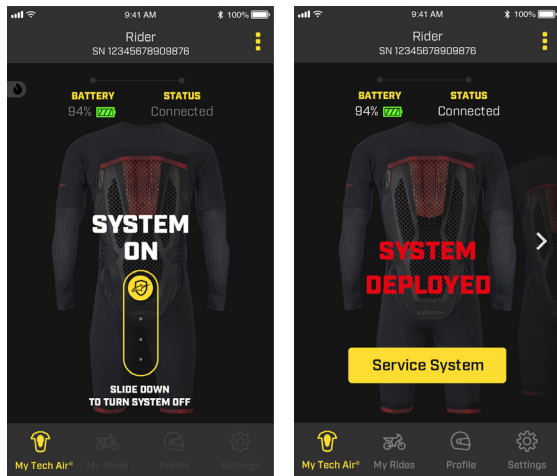

図16
アプリは、システムの実際の動作モードに関する情報を提供し、システムが正しく機能しているかどうかを確認します。画面に表示される「システムオン」という表示は、システムチェックに合格し、システムが作動状態であることを示します。走行中は「システムオン」モードが有効であり、したがって安全上の理由から、ユーザーはほとんどのアプリ機能にアクセスできません。険しいオフロードライディングセッション中など、ユーザーがシステムを無効にする必要がある場合、アプリのスライドアイコンを使用してシステムをオフにすることができます (図16を参照)。再起動をするには、作動ベルト (4) を開閉します。
展開の起きる際、アプリは図16に示されるように「システム展開」という言葉を表示し、システムがそのようなステータスにあることを表します。